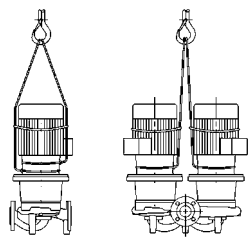

Fig. 5: Montajul cablurilor de transport
- Inelele de prindere de la motor servesc numai ca ghidaj la ridicarea sarcinii (fig. 5).